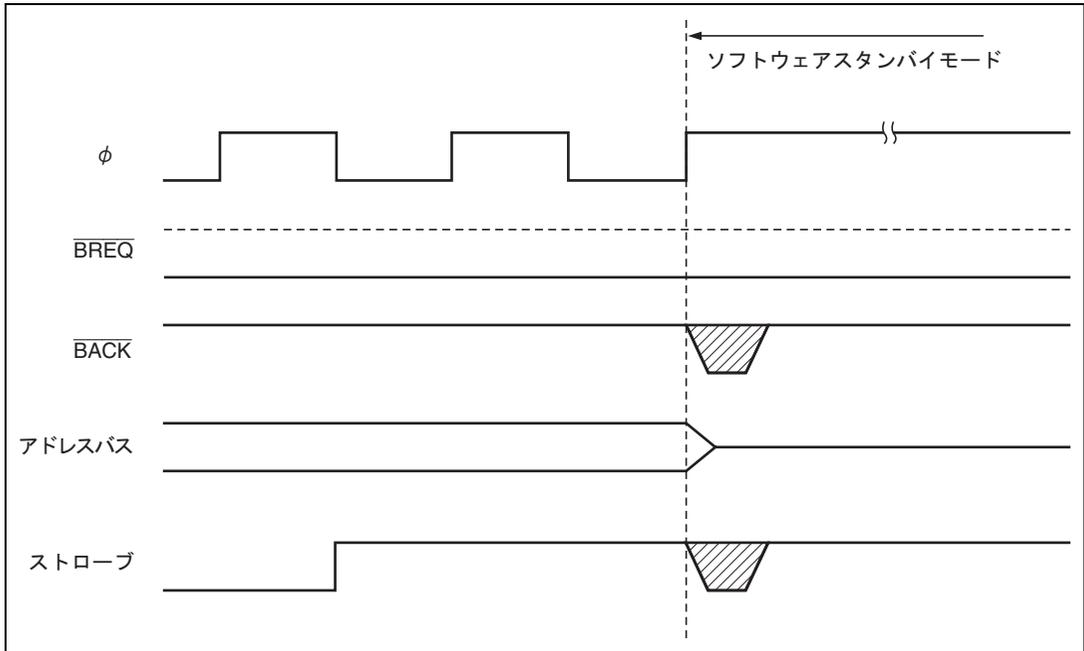

図 6.36 バス解放状態とソフトウェアスタンバイモード
- (3) バスサイクルがウェイトステートの挿入により長く続く場合も、外部バス権解放状態と同様に、最初の要求が保持されます。
- (4) ソフトウェアスタンバイモードへ遷移するとき、外部バスマスタからのバス権要求が競合すると、ソフトウェアスタンバイモードへの遷移時に $\overline{\text{BACK}}$ とストローブの状態が不確定になる場合があります(図6.36参照)。